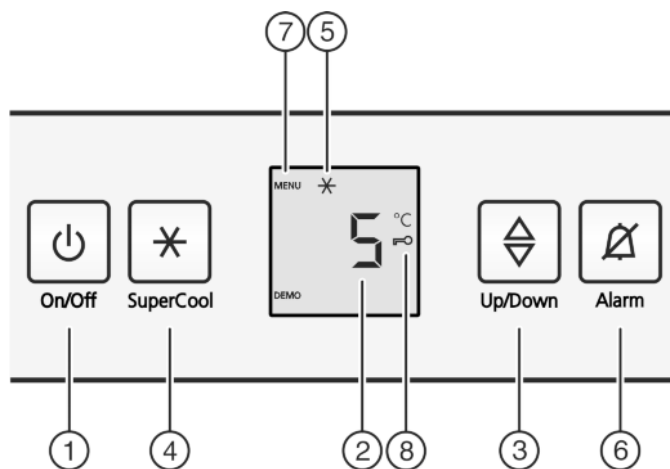

Fig. 2
- ▶ Taste On/Off Fig. 2 (1) drücken.
- ▶ Taste SuperCool Fig. 2 (4) ca. 5 Sekunden drücken.
- ▷ In der Anzeige wird das Symbol Menu Fig. 2 (7) angezeigt.
- ▶ Mit der Taste SuperCool Fig. 2 (4) kurz bestätigen.
- ▷ Das Symbol Kindersicherung Fig. 2 (8) leuchtet in der Anzeige.
- ▶ Die Taste On/Off Fig. 2 (1) kurz drücken.
- ▶ Taste Alarm Fig. 2 (6) drücken.
- ▶ Temperaturfunktion aufrufen: Die Einstelltaste Fig. 2 (3) drücken.
- ▶ Temperatur in 1 °C -Schritten ändern: Einstelltaste Fig. 2 (3) so oft drücken, bis die gewünschte Temperatur in der Temperaturanzeige leuchtet.
- ▶ Taste SuperCool Fig. 2 (4) kurz drücken.
- ▷ Das Symbol SuperCool Fig. 2 (5) leuchtet in der Anzeige.
- ▷ Das Symbol SuperCool Fig. 2 (5) erlischt in der Anzeige.